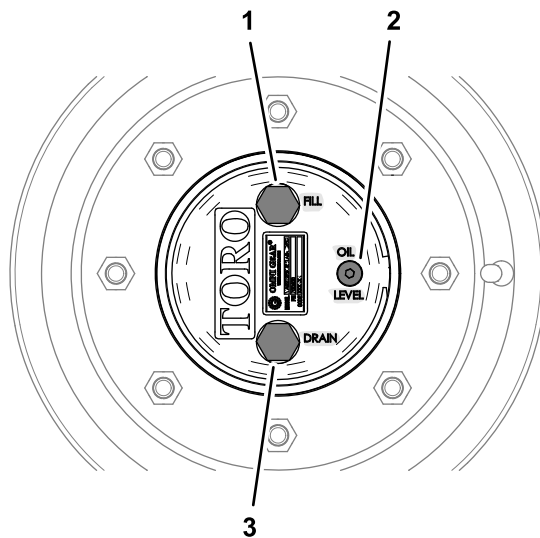

Figure 87
1. Amenez la machine sur une surface plane et horizontale, tournez une roue de sorte que le bouchon de remplissage soit en haut, à la position 12 heures, et le bouchon de vidange soit en bas, à la position 6 heures (Figure 87).
1. Amenez la machine sur une surface plane et horizontale, tournez une roue de sorte que le bouchon de remplissage soit en haut, à la position 12 heures, et le bouchon de vidange soit en bas, à la position 6 heures; voir Figure 87 sous Contrôle du niveau de lubrifiant du train planétaire (page 72).